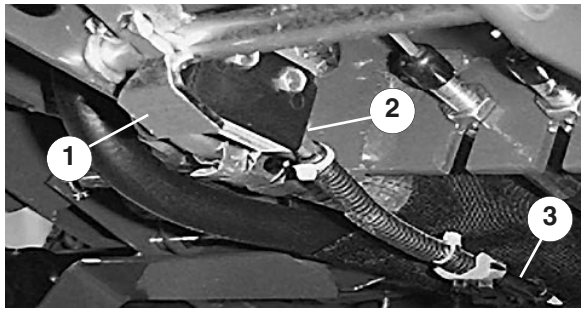

Figure 40
1. Il doit exister un espace d'environ 1,5 mm entre la palette de pivot de l'axe du frein de stationnement et la base du contacteur de sécurité (Fig. 40) (la palette ne doit pas toucher le contacteur).